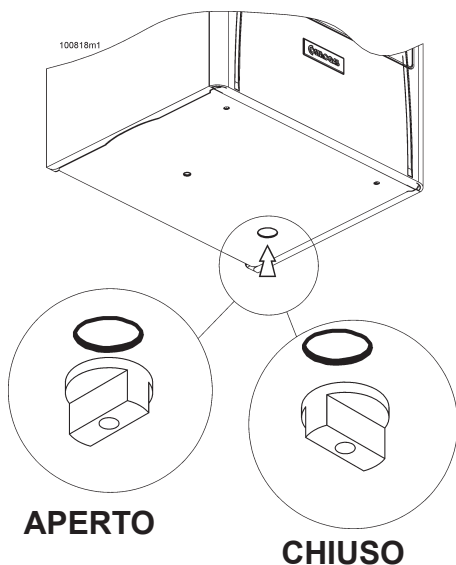

Figura 40 - Rubinetto di carico
- aprire per un quarto di giro in senso antiorario il rubinetto di carico (vedi figura 40), controllare la pressione sul manometro "5" (vedi figura 41), fino al raggiungimento della pressione di 1-1,5 bar.
- Chiudere il rubinetto di carico (vedi figura 40) per un quarto di giro in senso orario.
**ATTENZIONE !!!** Durante il normale funzionamento, il rubinetto di riempimento di figura 40, deve rimanere sempre in posizione di chiusura.